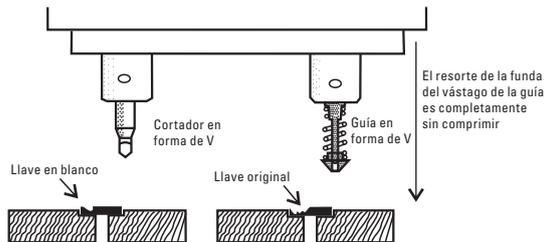

Figura 14
3. Retire el cortador y guía en forma de W, entonces gire el perno de ajuste de profundidad vertical (6) en dirección a las manecillas del reloj hasta que no haya espacio en el eje para la funda del vástago de la guía. Apriete el perno de fijación de profundidad vertical (6) en dirección a las manecillas del reloj. Instale el cortador en forma de V y la guía con resorte en el orificio del eje (figura 14). (Haga que la guía se extienda fuera de la mordaza alrededor de 7 mm. Entonces apriete el tornillo de fijación).
4. Presione lentamente hacia abajo el mango de alimentación vertical (8) para presionar el resorte de la guía hasta que la guía toque la superficie de la abrazadera., después asegure el tornillo de fijación de profundidad vertical (8) en dirección de las manecillas del reloj.